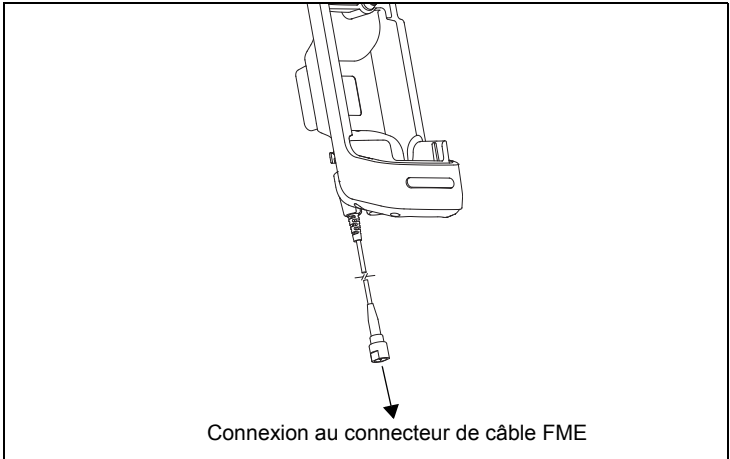

Figure 6 : connexion du câble RF entre le socle et le connecteur de câble FME
6. Branchez le câble coaxial RF FME de 1 m entre l'entrée « KIT AUTO » du duplexeur et le câble RF du socle. Voir Figure 6.